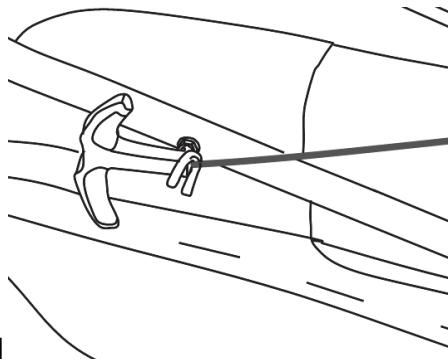

Fig.12
- Inserire l'impugnatura di avviamento a strappo nella guida del cavo sul lato destro dell'impugnatura superiore durante l'uso (Fig. 12).